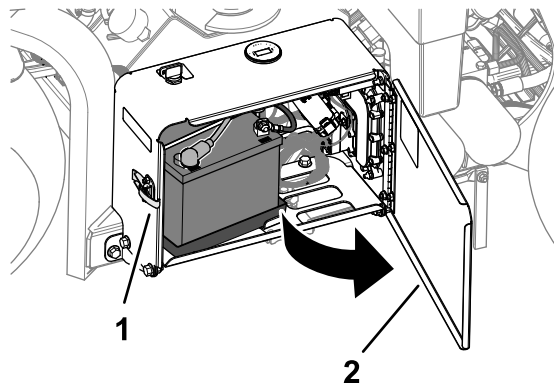

Figura 13
1. Desenganche y abra la puerta del compartimiento de la batería (Figura 13).